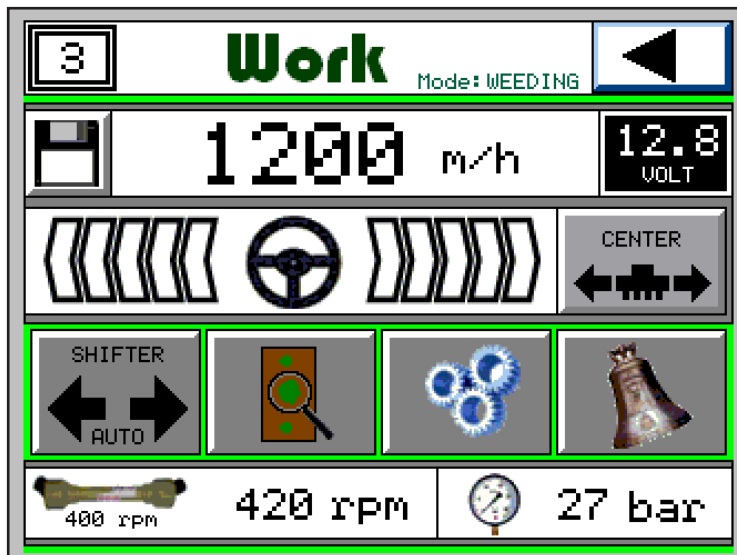

Fig. 1
Poussez (D) pour retourner à la page principale du Menu de travail (Fig. 1).
Pulsando (D) se regresa a la página principal del menú de trabajo (Fig. 1).
Premendo **(D)** si torna alla pagina principale del menu lavoro **(Fig.1)**.